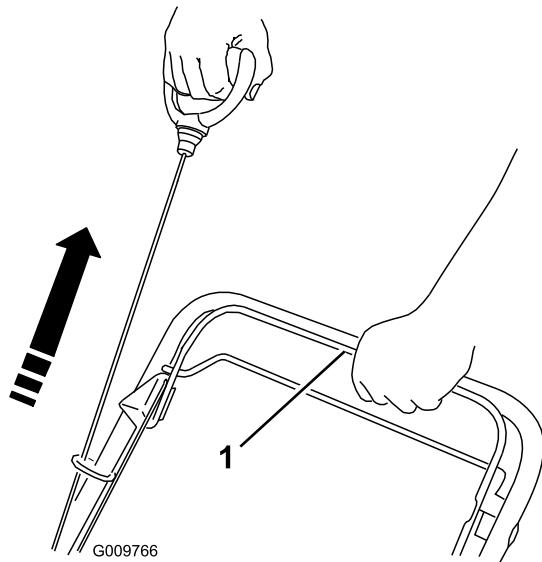
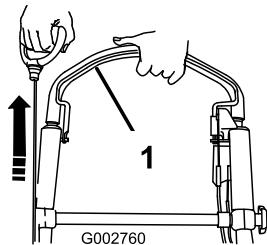

Figure 23
Figure 24
- Maintenez la barre de commande de la lame contre le guidon et tirez sur la poignée du lanceur (Figure 23 ou Figure 24).